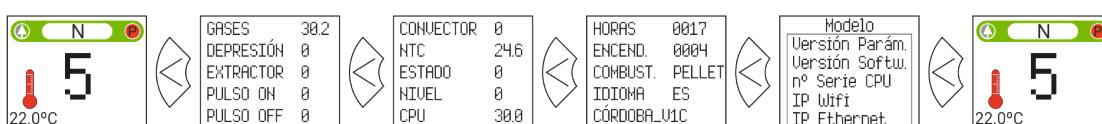

Figura 20
- Teclado: Color ícono (punto ③ de las *figuras 4 y 5*) o bien comprobando el valor numérico (*figura 20* del apartado **3.10**).